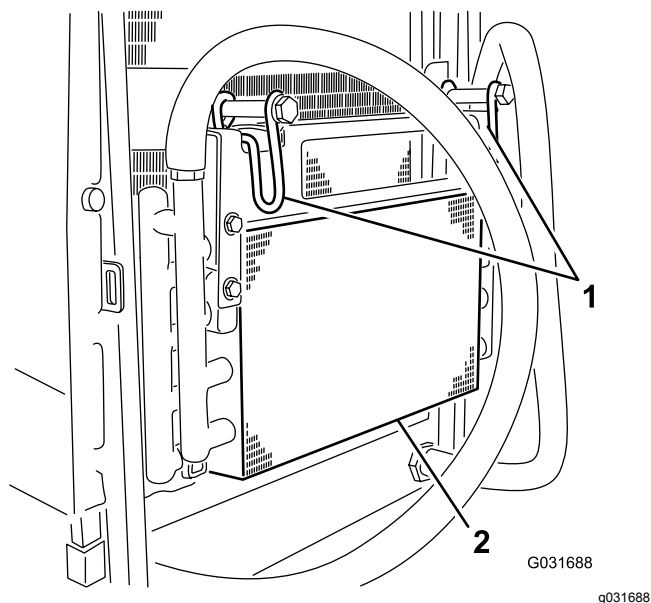

Figura 51
5. Gire los cierres hacia dentro para liberar el enfriador de aceite (Figura 51).